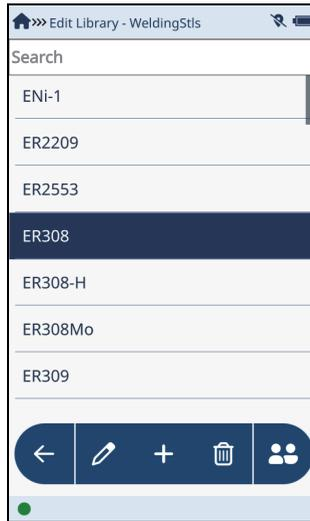

图 2-75 编辑库屏幕
1. 在 **Grade Libraries**（牌号库）屏幕中，点击 **Edit**（编辑）按钮（），打开 **Edit Library**（编辑库）屏幕（参见第87页的图 2-75）。